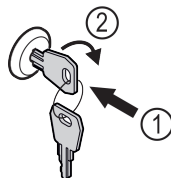

Fig. 194
- ▶ Вдавити ключ. Fig. 194 (1)
- ▶ Повернути ключ на 90° за годинниковою стрілкою. Fig. 194 (2)